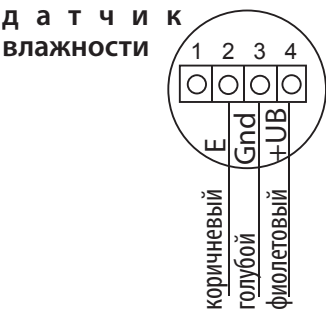

Рис. 12
- Схема подключений контактов в датчике дана на Рис.12.